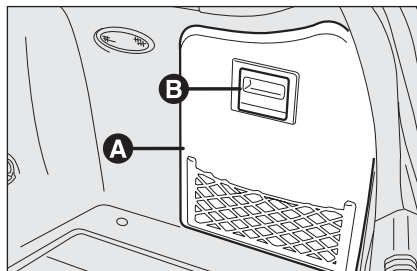

fig. 46
- ouvrir le volet latéral droit (pour versions/marchés, où il est prévu) **A-fig. 46** en agissant sur la poignée **B**;